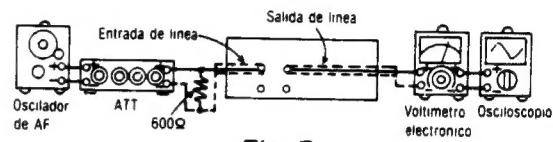

Fig. 7
1. La conexión del equipo de prueba se muestra en la Fig. 7.
6. Si no está dentro de la estandar, ajustar RV3 (CH-I) (RV4 (CH-D)) y repetir el paso (2), (3) y (4) hasta que la salida esté dentro de la estandar.